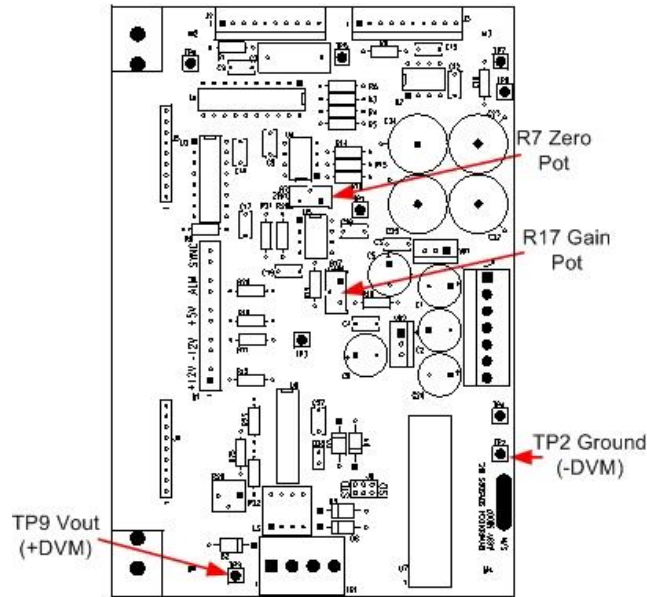

Figura 4.1-1 Puntos de test de calibración y de ajuste
- Conectar un voltímetro digital (DVM) con resolución de 4-1/2 dígitos a la salida del sistema de adquisición de datos (DA). Conectándolo al sistema DA, tendrá un reflejo más preciso de lo que el sistema DA está midiendo. Una compensación de 1 mV puede causar una gran diferencia en la salida del Sentry de 10 millas de escala total. Si no es posible conectar con las entradas del sistema de adquisición de datos, conéctate TP9(+) y TP2(-) del PCB procesamiento de la señales, como se muestra en la figura 4.1-1